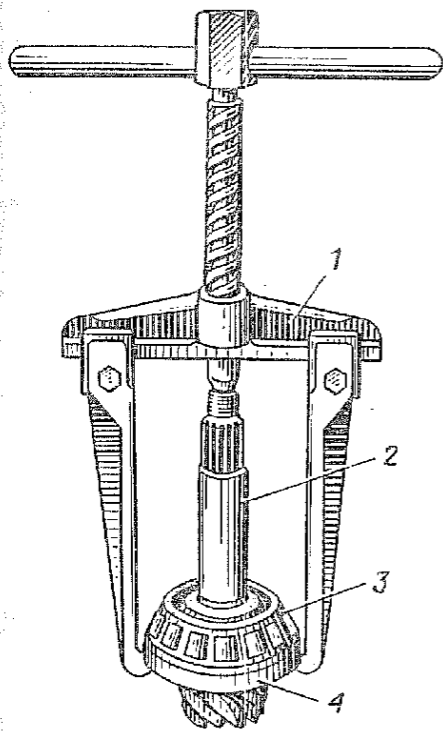
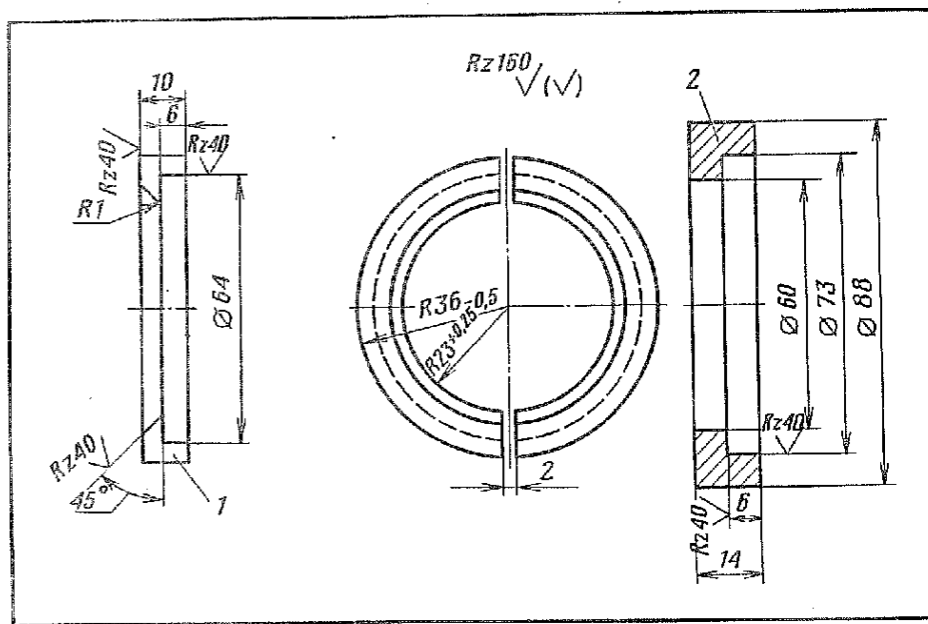

Рис. 137. Спрессовка внутреннего кольца подшипника ведущей шестерни главной передачи:
Рис. 138. Приспособление для снятия внутреннего кольца подшипника ведущей шестерни главной передачи:
1.50. Снять с ведущей шестерни главной передачи проставочное кольцо и спрессовать внутреннее кольцо 3 (рис. 137) подшипника (съемник, приспособление, рис. 138).